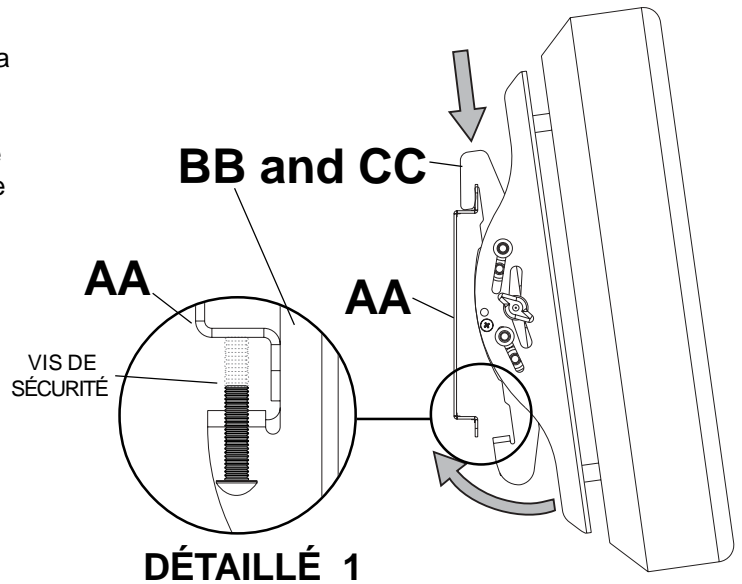

fig 3.1
**3** Accrochez les supports adaptateurs (**BB** et **CC**) sur la plaque murale (**AA**). Ensuite, faites pivoter lentement l'écran vers l'intérieur, comme illustré. À l'aide de la clé hexagonale (**FF**), tournez les vis de sécurité dans le sens horaire au moins six fois pour empêcher l'écran de se détacher, comme illustré sur le plan détaillé 1 de la figure 3.1.